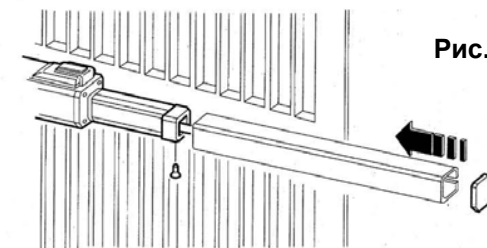

Рис. 11
15. Установите защитный короб поршневого штока (Рис. 11).